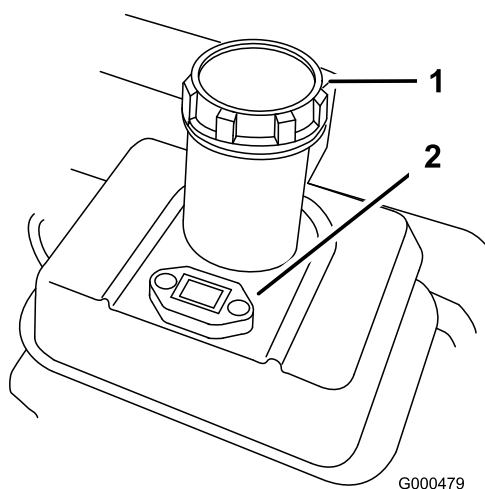

Figura 15
1. Limpie la zona alrededor del tapón del depósito de combustible y retire el tapón (Figura 15). Llene el depósito de gasolina sin plomo hasta que llegue a la parte inferior de la rejilla del filtro. No llene demasiado.